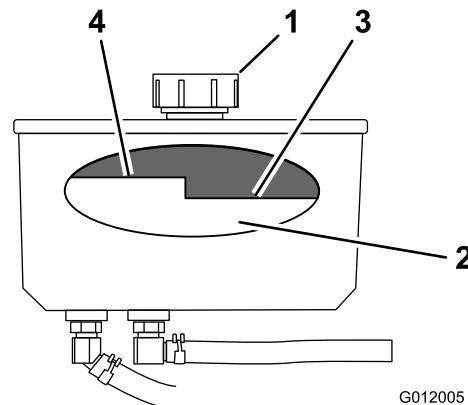

Figure 35
1. Nettoyez la surface autour du bouchon et du goulot de remplissage du réservoir hydraulique (Figure 35).
2. Retirez le bouchon du goulot de remplissage. (Figure 35).
3. Ajoutez de l'huile dans le réservoir jusqu'à ce qu'elle atteigne le repère de niveau à froid sur le déflecteur (Figure 35).